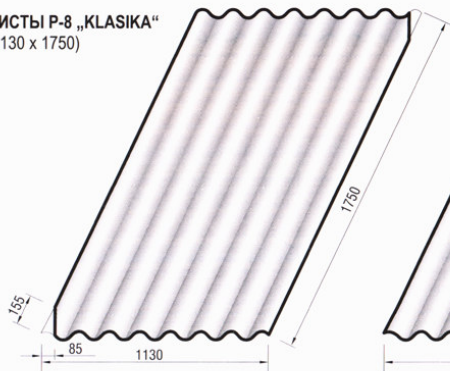

Рис. 9. Укладка слева
- Без смещения, но с обрезкой углов листов. В месте стыка углов четырёх листов углы двух листов должны быть срезаны. При укладке с левой стороны (рис. 9) срезаются правый верхний угол листа и левый нижний угол. При укладке с правой стороны (рис. 10) - срезаются левый верхний угол и правый нижний угол. Способ укладки (справа или слева) выбирается с учётом преобладающего направления ветров.